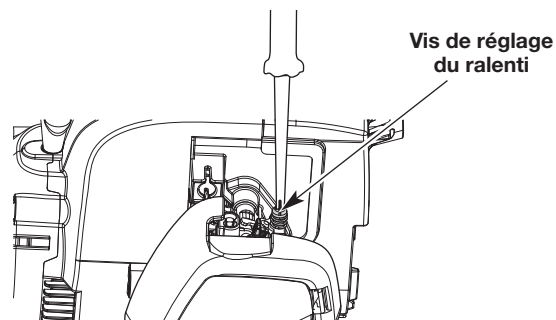

Fig. 20
2. Relâchez la manette des gaz et laissez le moteur tourner au ralenti. Si le moteur s'arrête, utilisez un petit tournevis cruciforme pour tourner la vis de réglage du ralenti dans le sens des aiguilles d'une montre, de 1/8e de tour à la fois (autant de fois que nécessaire), jusqu'à ce que le ralenti du moteur soit régulier (Fig. 20).
3. Si la vitesse de ralenti du moteur vous semble trop rapide, tournez la vis de réglage du ralenti dans le sens inverse des aiguilles d'une montre, de 1/8e de tour à la fois (autant de fois que nécessaire) afin de réduire la vitesse de ralenti (Fig. 20).